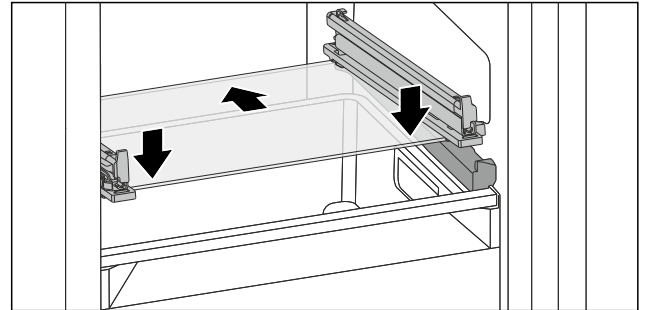

Fig. 71 Glasplatte des abkippbaren Schubfachs
- ▶ Glasplatte schräg hinter den Stoppern aufsetzen. (siehe Fig. 71)